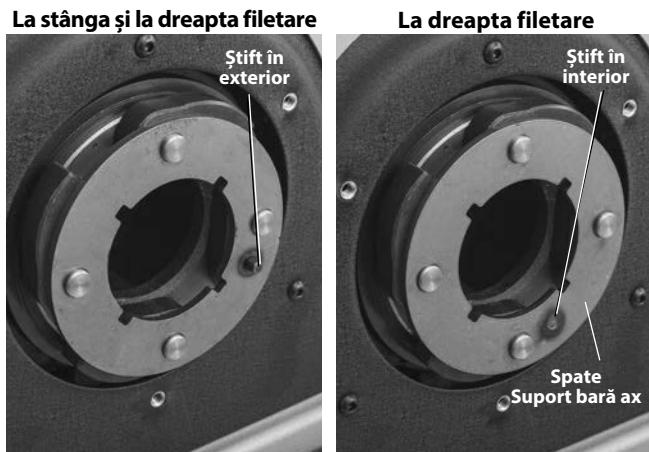

Figura 25B – Suport spate bară ax - poziționare șift
- c. Scoateți clemele E și suportul tijei pivotului spate (Figura 25B).
- d. Poziționați suportul tijei spate astfel încât șiftul să fie orientat spre exterior și montați la loc (Figura 25B).
- g. Pentru a converti înapoi la filetare numai pe dreapta, inversați suportul tijei pivotului spate, astfel încât șiftul să fie orientat spre interior și îl montați la loc (Figura 25B).